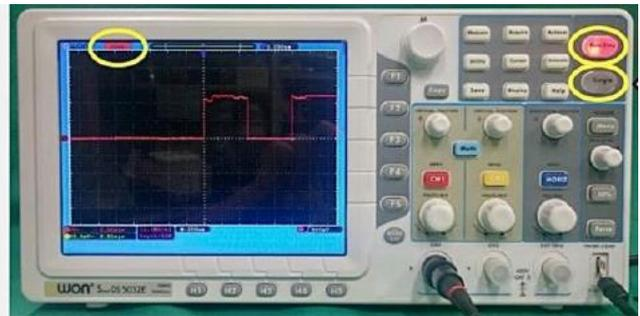

図 A-15 シングルショット表示
- ② シングルショット観測: 単発的に入力される信号を見る場合は、その信号が入力されたらすぐに表示を固定させる設定にしなくてはならない。トリガーレベルを設定した後、ボタン配列の右上部にある「Single」ボタンを押す。そうすると、トリガーレベルをこえる信号が入力されない間は、右上隅の「Run/Stop」ボタンが緑に点灯し、液晶ディスプレイの左上に「Ready」の表示が出ているが、一旦トリガーレベルをこえる信号が入ると、「Run/Stop」ボタンが赤色に点灯し、入力信号が固定表示される(図 A-15)。液晶ディスプレイ左上の表示は「Stop」となる。この状態で、入力信号を観察したり、信号の値を測定したりできる。